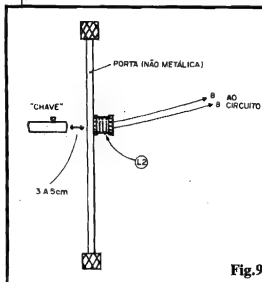

Fig. 9
- FIG. 9 - A INSTALAÇÃO BÁSICA (BOBINA L2) NUMA PORTA... - Se nos fixarmos na idéia básica (abrir uma porta, dotada de fechadura elétrica, a solenóide...), a bobina sensora L2 deverá ser presa à superfície da folha da porta, num ponto que - obviamente - será de conhecimento apenas do portador da "chave". Fios não muito longos levarão as "informações" de L2 para o circuito (pontos "B-B" da placa). Se houver a necessidade de substancial comprimento em tais fios, será bom efetuar a conexão através do cabo estêreo blindado, ligando-se a **maíha** do cabo à linha do **negativo** geral da alimentação do circuito ("terra"), para prevenir captações ou interferên-